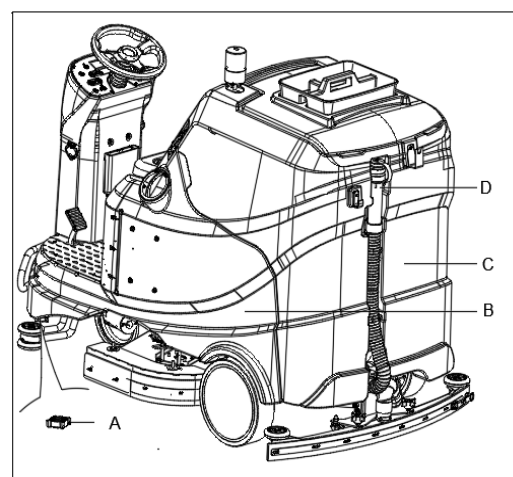

Figura 15
Quando il display multifunzione (47, Figura 3) mostra ERROR24 e l'indicatore del pieno del serbatoio dell'acqua di recupero (48, Figura 3) è acceso, ciò indica che il serbatoio dell'acqua di recupero (C, Figura 15) è pieno e il motore di aspirazione non è più in grado di asciugare il pavimento. Svuotare il serbatoio dell'acqua di recupero come segue:
4. Svuotare il serbatoio dell'acqua di recupero con il tubo flessibile (D, Figura 15). Quindi, sciacquare il serbatoio dell'acqua di recupero (C, Figura 15) con acqua pulita.
1. Svuotare il serbatoio della soluzione detergente dal coperchio di uscita (A, Figura 15). A fine lavoro, sciacquare il serbatoio con acqua pulita.
2. Svuotare i serbatoi (B e C, Figura 15) come indicato nel paragrafo precedente.